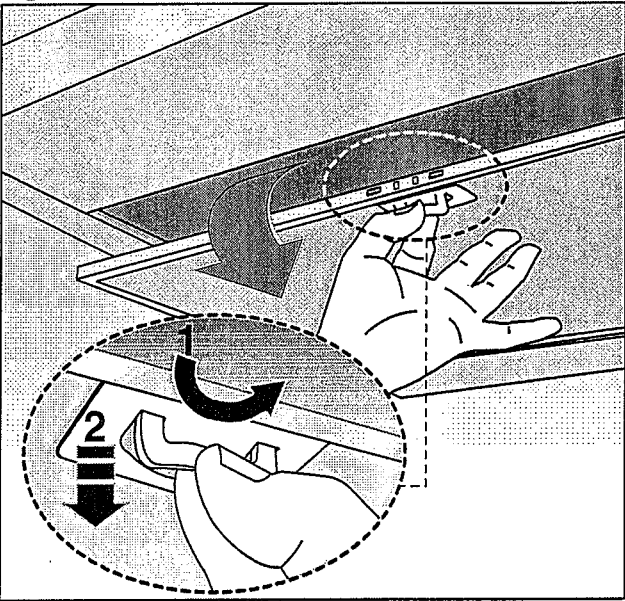

Fig.15
- En vue d'une manœuvrabilité de l'appareil plus facile, avant d'exécuter les opérations de montage, déconnecter le filtre/les filtres anti-graisse (Fig.15).
- Si votre appareil est doté d'un conduit de fumées inférieur qui doit être fixé au corps de la hotte avec les vis, enlever les filtres anti-graisse de la hotte en intervenant sur les manilles correspondantes (Fig.15).